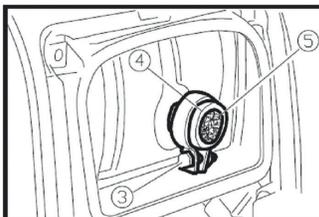

Рис. 32
- Ослабьте винт (3) и снимите хомут (4) (Рис. 32).